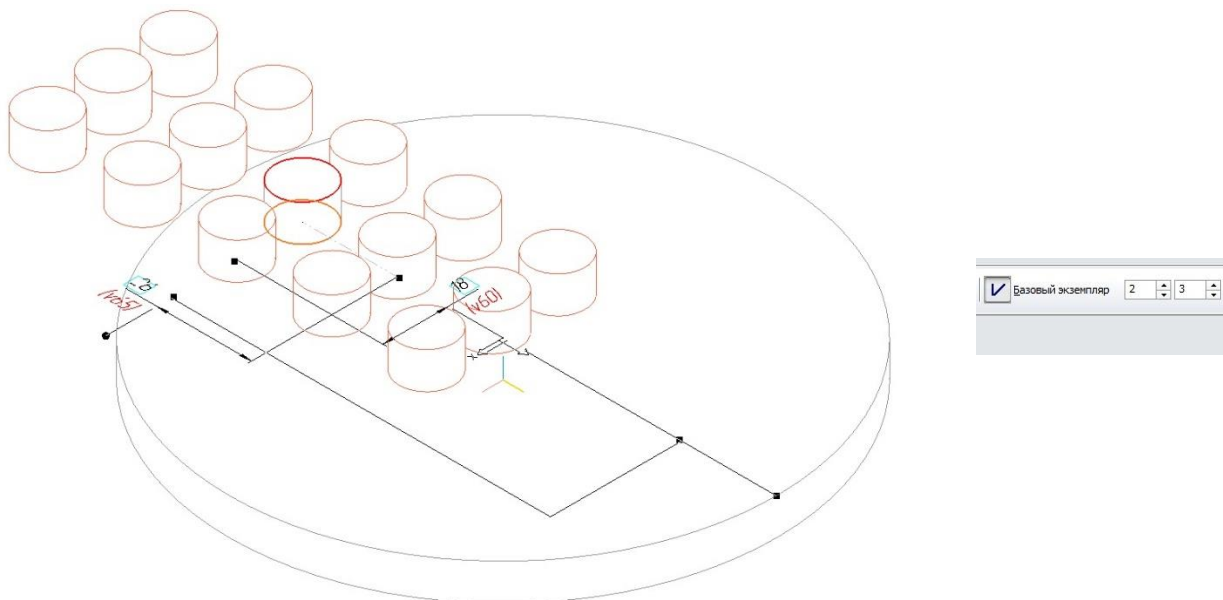

Рисунок 10 – Определение базового экземпляра
*Примечание: по умолчанию место базового экземпляра по осям 1 и 1; мы и можем это изменить, поставив галочку **Базовый экземпляр** и сделать его 2, 3, 4 ... в зависимости от того, как нам нужно (рисунок 10).*